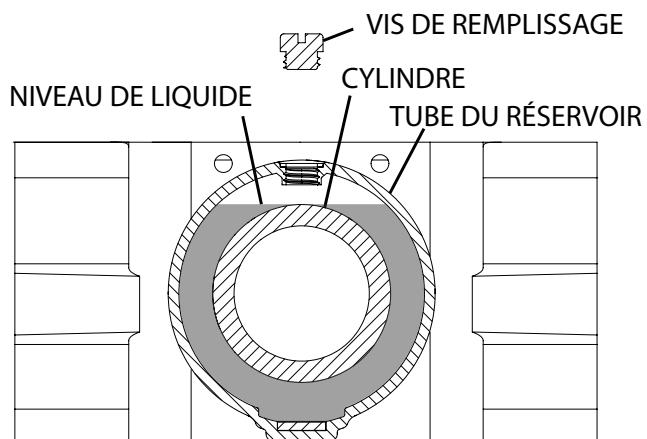

Figure 2
3. Retirez la vis de remplissage du réservoir de vérin tel qu'illustré à la Figure 2. Regardez à travers l'orifice de la vis de remplissage dans le réservoir pour vérifier que le niveau de liquide ne dépasse pas le dessus du cylindre à l'intérieur du réservoir. Il sera peut-être nécessaire d'ajouter ou d'enlever du liquide en conséquence.